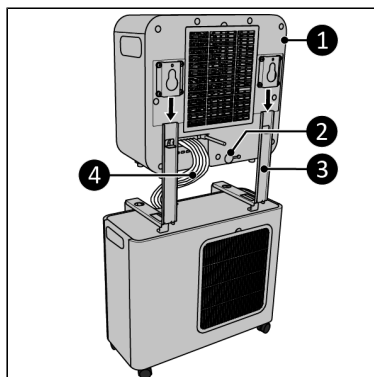

Figuur 12.
1. Scan de QR-code (Figuur 12) om de video te openen. Deze video laat zien hoe het apparaat moet worden geïnstalleerd.